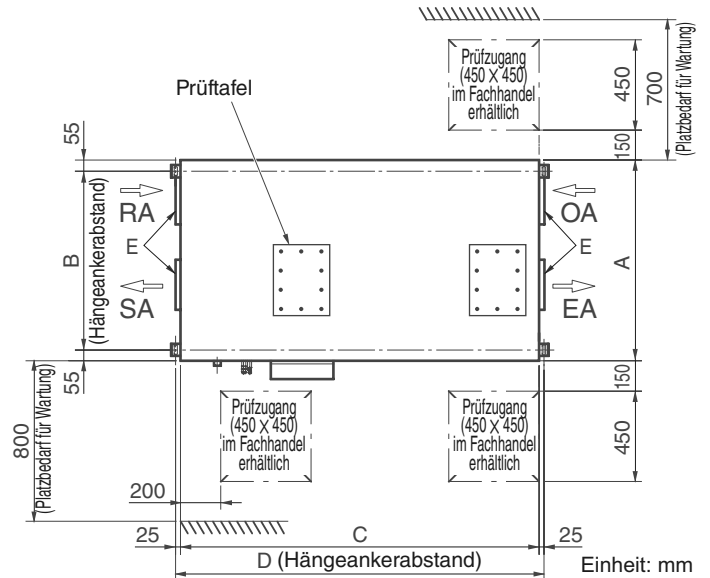

Abb. 3-188a
- Die erforderlichen Mindestabmessungen für Installation und Wartung sind in Abb. 3-188a und Tabelle 3-10 aufgelistet.